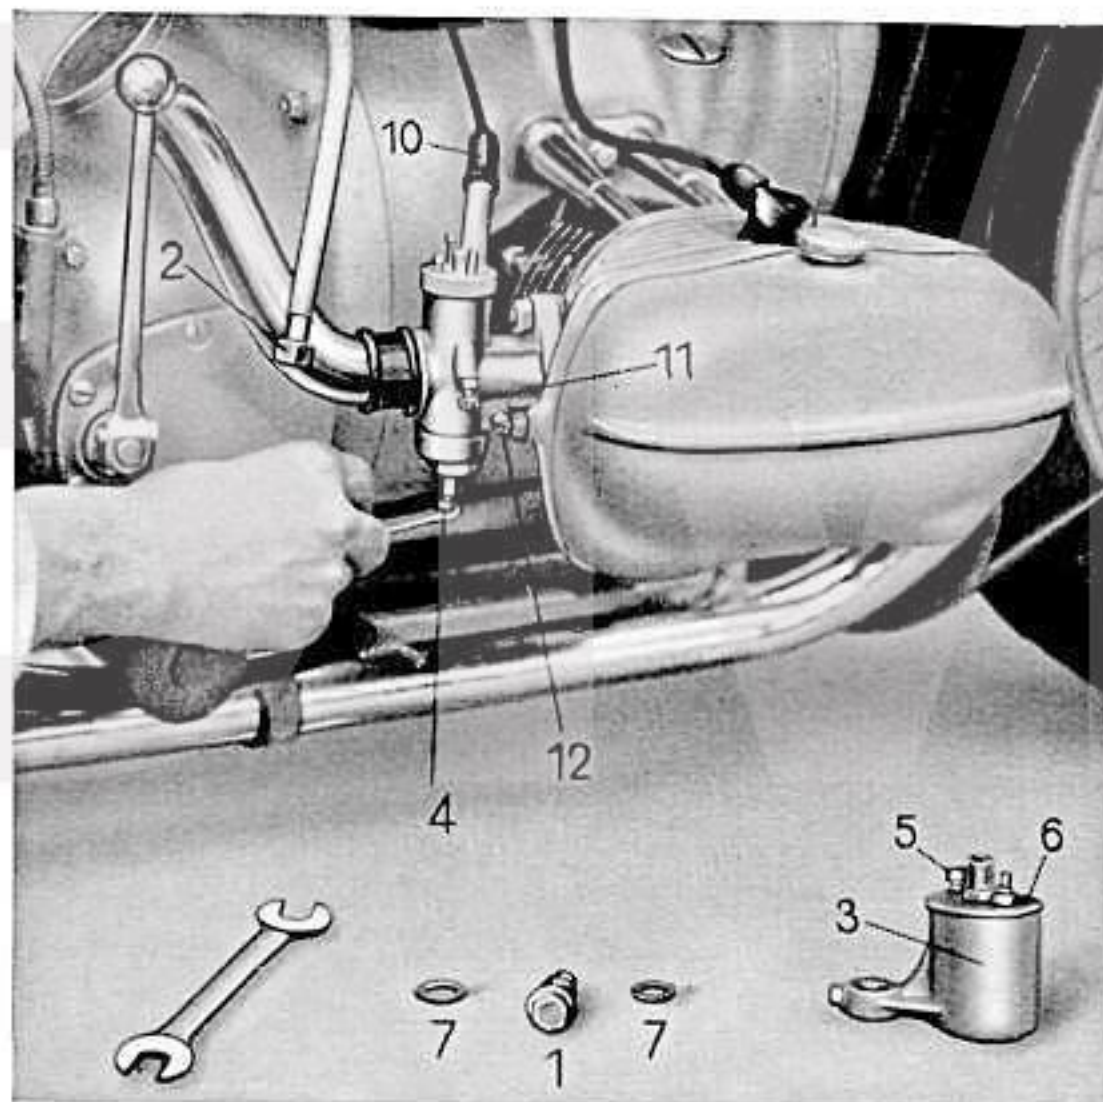

Abb. 10
**a) Reinigung:** Zur Reinigung der Düsen und des Schwimmergehäuses ist es notwendig, den Befestigungsbolzen **1** (Abb. 10) herauszuschrauben und die Kraftstoffleitung durch Lösen der Mutter **2** vom Schwimmergehäuse **3** zu entfernen; nun kann das Schwimmergehäuse **3** abgenommen und die Hauptdüse **4** mit Hilfe des kleinen Düsenschlüssels herausgeschraubt und gereinigt
Beim Zusammenbau darf nicht vergessen werden, die Klemmschraube **5** (Abb. 10) am Schwimmergehäusedeckel anzuziehen und die Kupfer-Asbestdichtungen **7** oben und unten am Befestigungsflansch des Schwimmergehäuses einzufügen. Nach beendetem Zusammenbau sind die Leitungen und Anschlüsse auf Dichthalten zu prüfen. Auch die Kraftstoffleitungen vom Kraftstoffhahn zu den Schwimmergehäusen und der **Kraftstoffhahn** selbst sind auf genügenden Durchfluß zu prüfen. Bei dieser Gelegenheit entferne man vom Kraftstoffhahn auch den als Wassersack dienenden Behälter und reinige diesen und den darin befindlichen Kraftstofffilter.
**Regelung des Leerlaufs: Eine Prüfung bzw. Einregelung des Leerlaufes ist nur bei betriebswarmem Motor** vorzunehmen. Vor der Einregelung sind die Gasbowdenzüge durch Hineindreuen der Stellschrauben, welche nach Abziehen der Gummihülse **10** (Abb. 10) zugänglich werden, zu lockern. Hierauf regle man bei geschlossenem Gasdrehgriff und voller Spätzündung den Leerlauf möglichst gleichmäßig an jedem Vergaser an den seitlich am Schiebergehäuse befindlichen Gasschieber-Anschlagschrauben **11** ein. (Dabei muß zuerst die Gegenmutter gelockert werden.) Ferner ist mit der Luftdrosselschraube **12** die richtige Gemischzusammensetzung einzuregulieren. Zeigt sich Qualm in den Auspuffrohren, was auf Kraftstoffreichtum schließen läßt, so ist die Luftschraube herauszuschrauben, wodurch mehr Luft zugeführt wird, das Gemisch also ärmer wird. Setzt der Motor im Leerlauf aus, ein Zeichen für zu armes Gemisch, ist die Luftschraube hineinzuschrauben, wodurch die Luftzufuhr gedrosselt, das Gemisch somit reicher wird. Zur Prüfung der Einstellung entferne man hernach das Zündkabel des einen Zylinders von der Zündkerze. Der zweite Zylinder muß dann langsam gleichmäßig weiterarbeiten. Das gleiche nehme man auch für den anderen Zylinder vor. Ist die Bedingung, daß bei wechselseitigem Abklemmen der Zündkabel der andere Zylinder in der vorbeschriebenen Weise weiterläuft, erfüllt, dann ist die Gesamteinstellung des Leerlaufes richtig. Sollte die Prüfung ergeben, daß die Einstellung noch nicht den an sie gestellten Anforderungen entspricht, muß nochmals die Grobeinstellung an den Gasschieberanschlagschrauben und die Prüfung in der vorerwähnten Weise wiederholt werden.